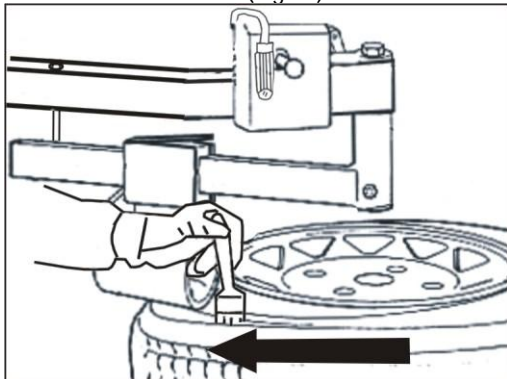

Fig.31
- Drücken Sie das Pedal , um den Drehteller im Uhrzeigersinn zu drehen und schmieren Sie dabei den Reifenrand mit dem Pinsel.(Fig.31)